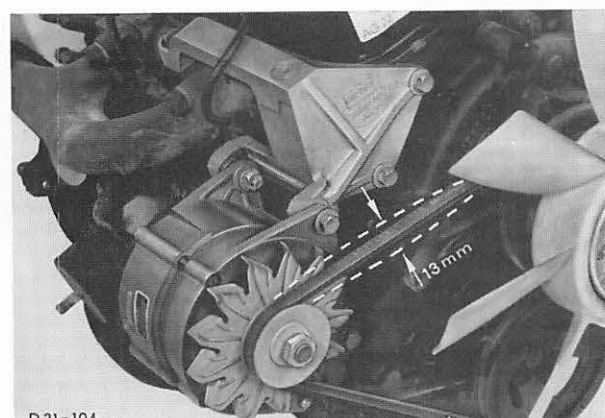

Abb. 296 Keilriemen – Lichtmaschine spannen
4. Schraube, Riemenscheibe-Kurbelwelle und Spezialwerkzeug entfernen. Anschließend Riemenscheibe mit vorgeschriebenem Drehmoment montieren. Keilriemen auflegen und so spannen, daß das Gesamtspiel zwischen Lichtmaschine und Lüfter 13 mm beträgt, Abb. 296.